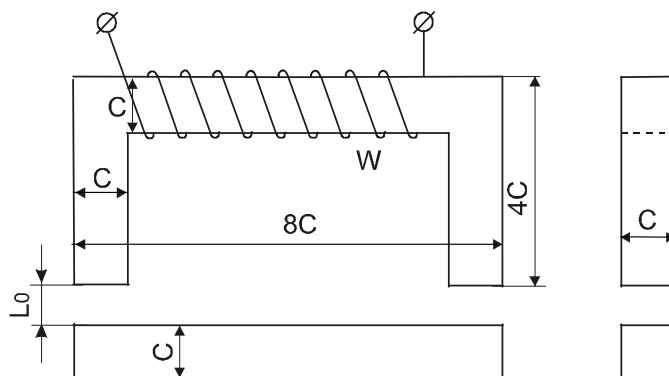

Рис.4
4. Определяем длину средней магнитной линии по рис.4 и данным размерам: